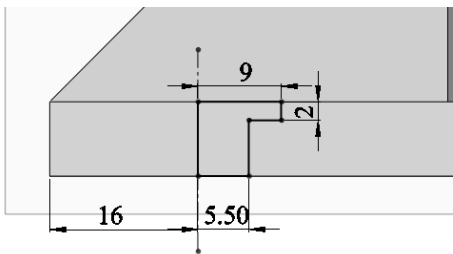

图 13-132 绘制草图 3
**09** 单击“草图”工具栏中的“中心线”按钮和“直线”按钮，绘制草图，如图 13-132 所示。